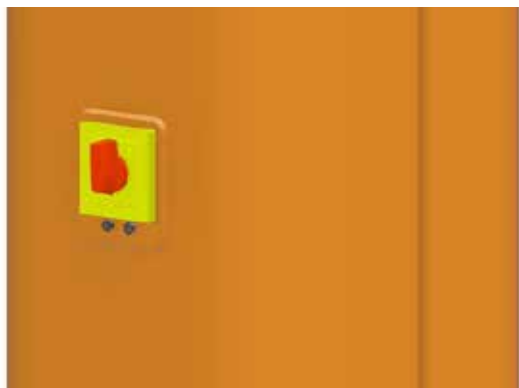

fig.18
4. Vérifier la pertinence et le bon fonctionnement de l'alimentation électrique: (fig. 18)